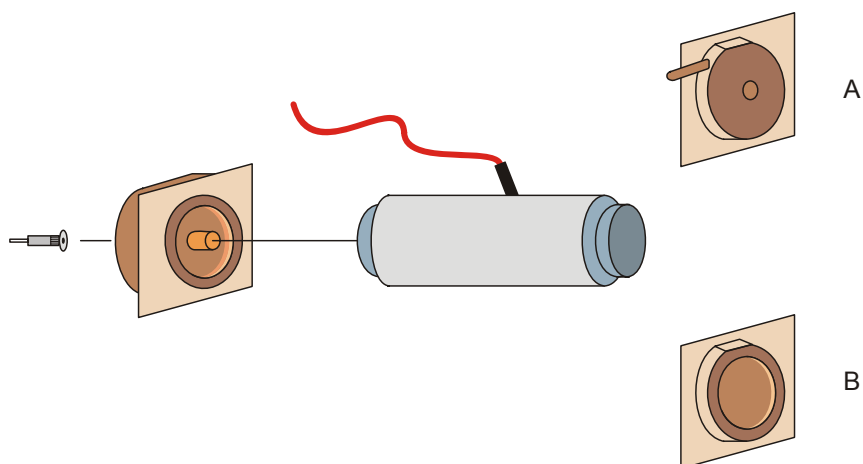

Fig. 6 Assemblaggio della camera di ionizzazione (A per pressione ridotta, B per pressione aria normale)
- Assemblare la camera di ionizzazione come indicato nella Fig. 6.